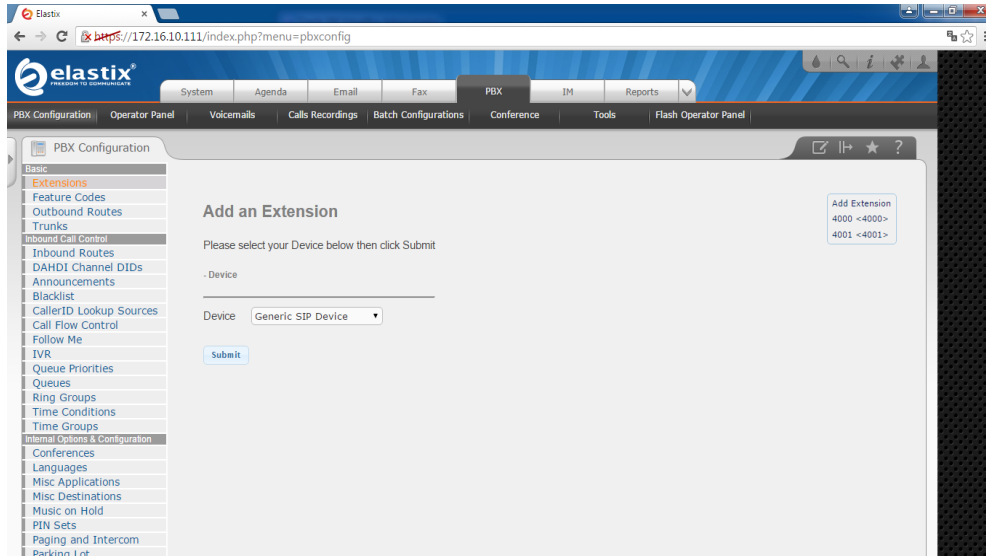

Figura 3.28 PBX configuration .
1. Hacer click en PBX ver Figura 3.28 .